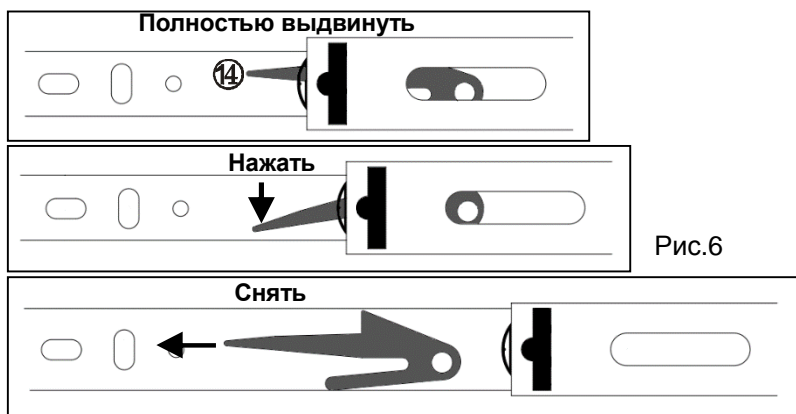

Рис.6
6.2.1 Полностью выдвинуть поддон **(8)** и снять его с направляющих, нажав на пластиковые рычажки **(14)** в направляющих (рис.6). При снятии поддона не допускать рывки и перекосы.